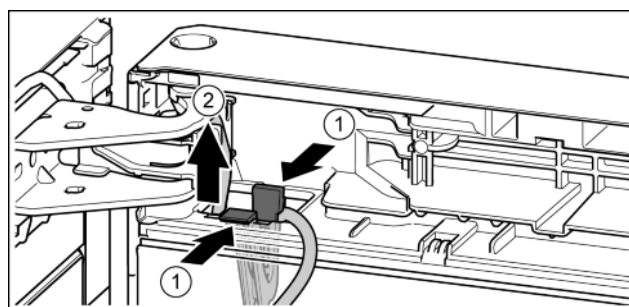

Fig. 23
- ▶ Нажать на соединительную накладку. Fig. 23 (1)
- ▶ Вынуть держатель кабеля с закрепленным на нем кабелем. Fig. 23 (2)